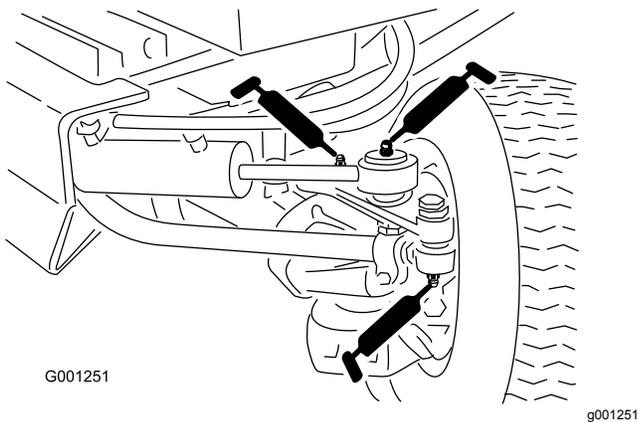

図 44
- タイロッドの端部2ヶ所 図 44
- シリンダロッドの端部2ヶ所 図 44
- ステアリングのピボット2ヶ所 図 44
- アクスルピボットのピン 図 44